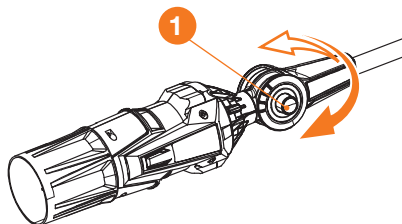

Рис. 6
- Для изменения угла наклона выдувной части – зажмите кнопку фиксатора **1** и установите необходимое положение, после чего отпустите кнопку для фиксации (Рис. 6).